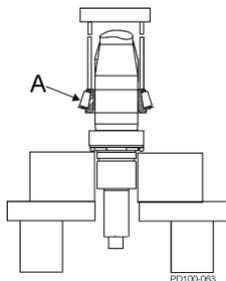

Abbildung 49 - Drücken des unteren Konus auf die Welle
3. Heben Sie den unteren Konus und die Rollenbaugruppe (Abbildung 49, Pos. A) aus dem Lagerstapel und setzen Sie ihn mit dem Radius nach unten auf die Welle. Drücken Sie ihn auf die Welle, bis er an der Wellenschulter anliegt. **Drücken Sie nur am inneren Konus.**